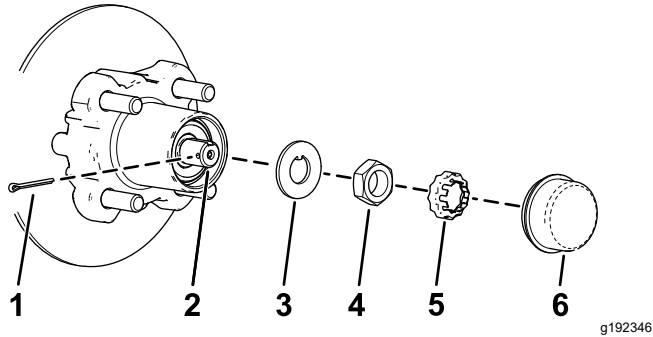

Figure 33
- Retirez le couvre-moyeu du moyeu (Figure 33).
- Retirez la goupille fendue et le frein d'écrou de la fusée et de son écrou (Figure 33).
- Enlevez l'écrou de la fusée, et séparez l'ensemble moyeu et rotor de la fusée (Figure 33 et Figure 34).